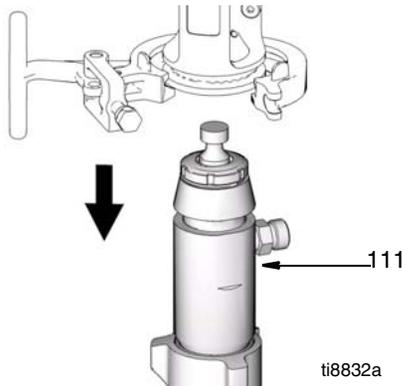

FIG. 19
9. (Fig. 19) Retire la bomba (111) de la unidad.